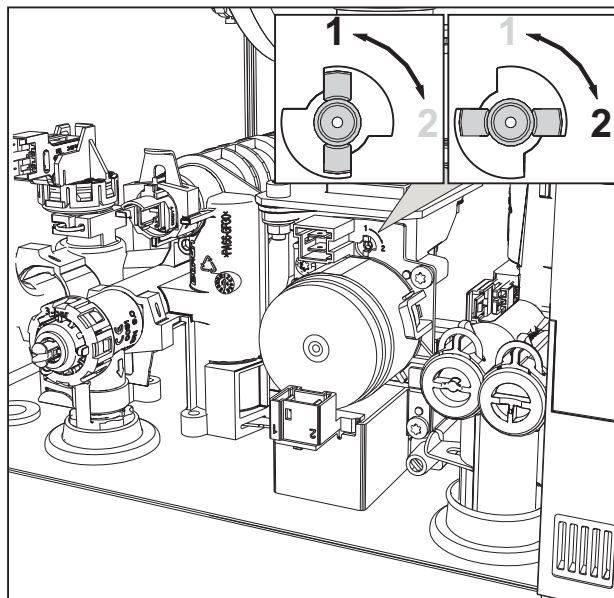

fig. 30
3. Rotiți Throttle (fig. 30) în funcție de poziția indicată în tabel 9.